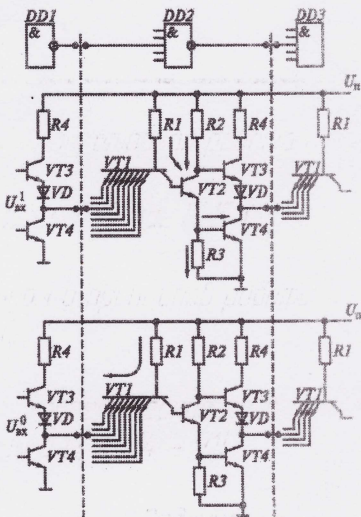

Рисунок 1
- Принцип работы ИМС для двух характерных состояний сигналов на входах логического элемента серии ТТЛ (рисунок 1)